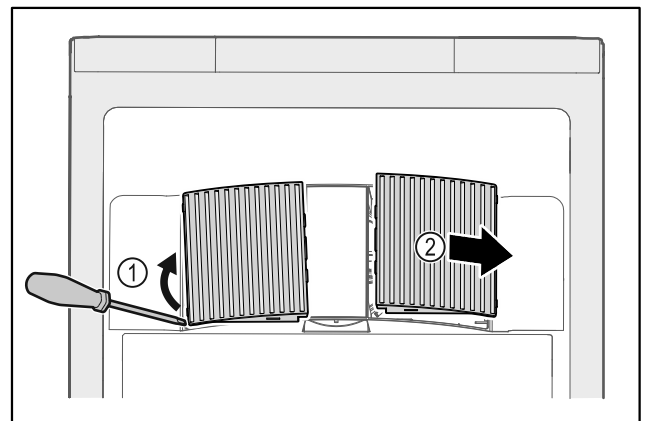

Fig. 105
- ▶ Estrarre con cautela i coperchi delle ventole dai lati Fig. 105 (1) e rimuoverli in avanti Fig. 105 (2).